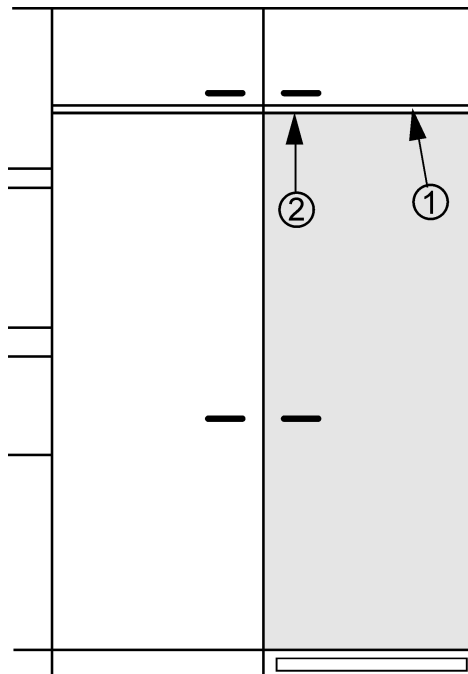

Fig. 6
- Debe haber una separación Fig. 6 (1) de como mínimo 1/8 pulg. (3 mm) de ancho entre la puerta y la puerta del armario situada encima (si existe).
- El canto superior de la puerta Fig. 6 (2) debe estar enrasado con la puerta del armario o armarios contiguos en caso de que existan otros armarios.